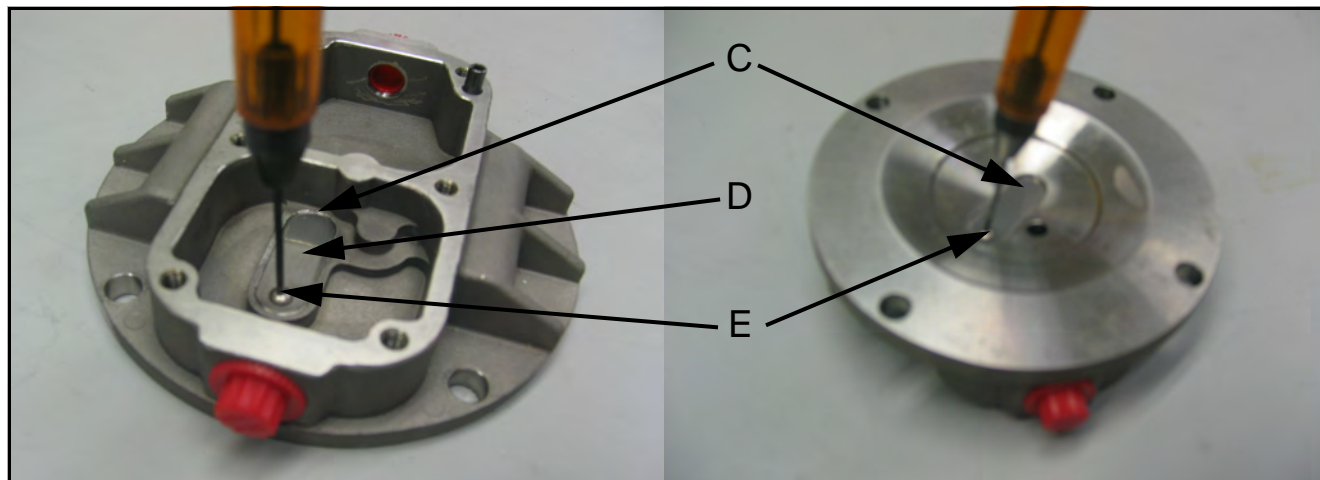

Abbildung 75: Entfernen der Ventilkappen und des Ventilanschlags
6. Die Ventilkappen (siehe Abbildung 75, Beschriftung C) und der Ventilanschlag (siehe Abbildung 75, Beschriftung D) können dann entfernt werden, indem die zwei 1/16"-Inbusschrauben mit einem 1/16"-Inbusschlüssel gelöst werden (siehe Abbildung 75, Beschriftung E).